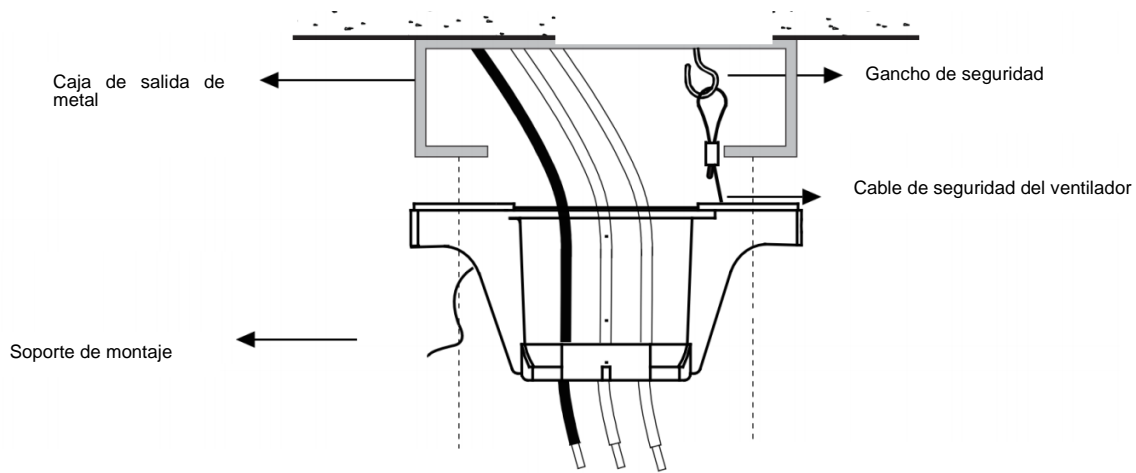

Fig. 11
10. Tire del cable de seguridad de metal por el gancho de seguridad y apriete el cable de seguridad. (**Fig. 11**)